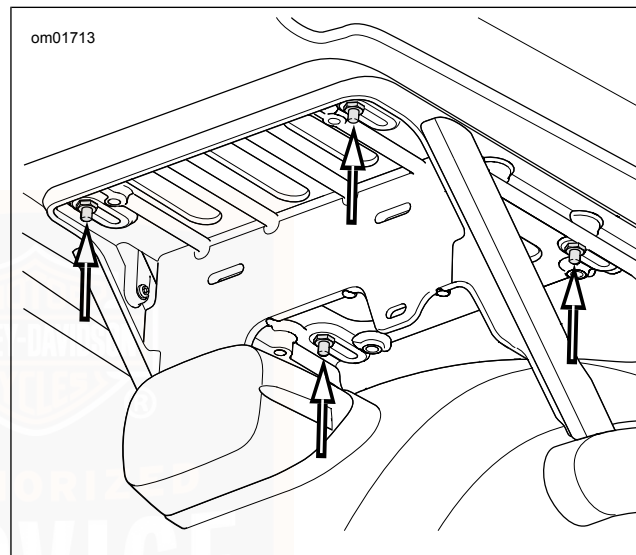

Figura 59. Regolazione della posizione del Tour-Pak
1. Vedere Figura 59. Allentare i quattro dadi che fissano il Tour-Pak al supporto.